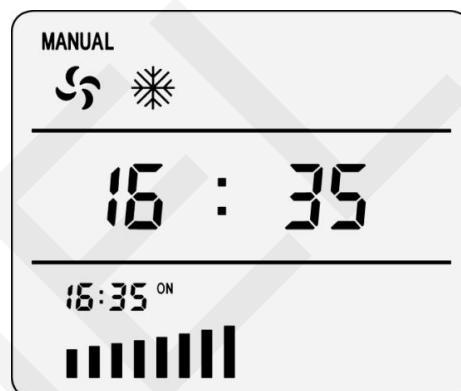

Рисунок 8-4
- 3) Нажмите кнопку , ещё раз для закрепления настроек (см. рис.8-4.).